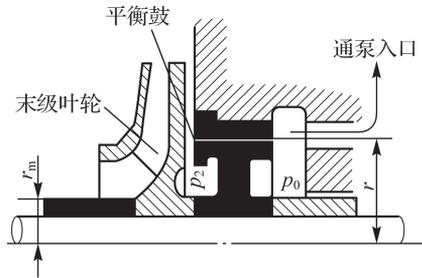

图 1-14 平衡鼓装置
②采用平衡鼓。如图 1-14 所示,为多级泵叶轮后边装一圆柱形平衡鼓(又称为卸荷盘),平衡鼓右边为平衡室。通过平衡管将平衡室与第一级叶轮前的吸入室连通,因此,平衡